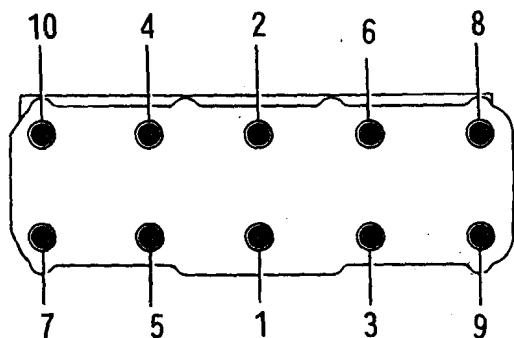

图 1-13 气缸盖螺栓的拧紧顺序
(1) 安装气缸盖时，将专用工具 3070 导向装置的螺栓旋进第 8 与第 10 螺纹孔，对中气缸盖；放上气缸盖后，将其余 8 个螺栓放入，用手拧紧；用 3070 专用工具拧下导向螺栓，然后装入气缸盖螺栓。
(2) 若缸体上有气缸垫定位销时，可不用 3070 导向螺栓对中。
(3) 气缸垫上有记号“oben”一面必须指向气缸盖。
(4) 气缸盖螺栓，按图 1-13 所示顺序分三步拧紧。第一步，拧紧力矩为 $40\text{N} \cdot \text{m}$ ；第二步，拧紧力矩为 $60\text{N} \cdot \text{m}$ ；第三步用扳手连续拧 $1/2$ 圈 (180°)。之后，还可继续用常规扳手拧紧（允许再拧 $2 \times 90^\circ$ ）。